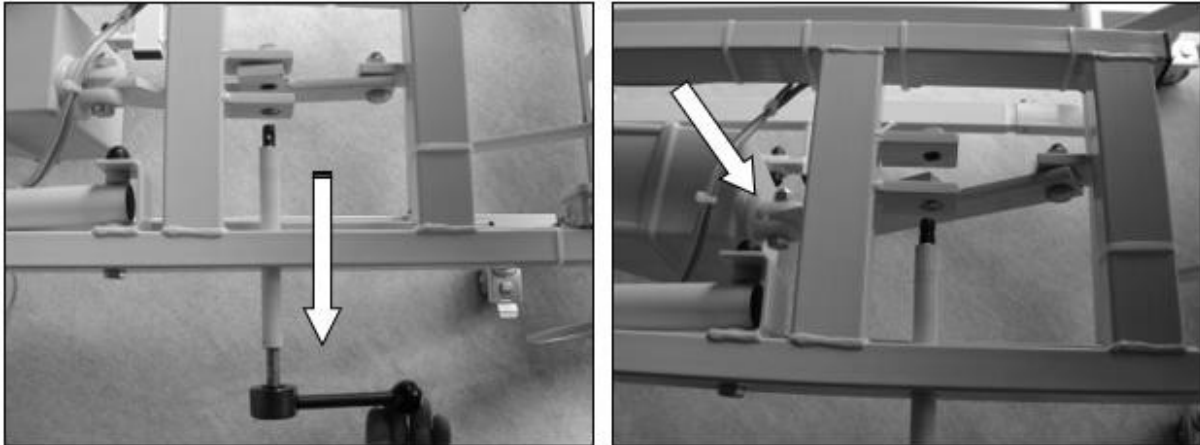

Figura 19: Procedura di sblocco del motore di stazionamento
- Ruotare lentamente la superficie di appoggio in posizione orizzontale (vedere Figura 19).